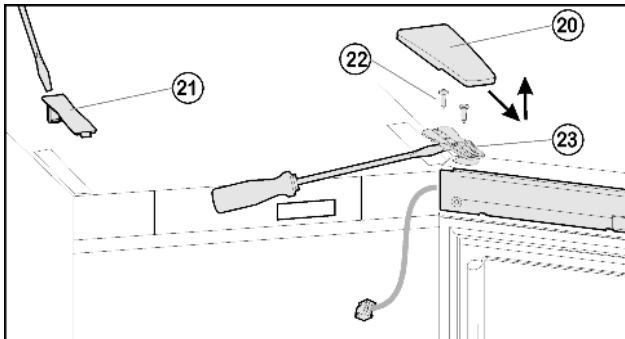
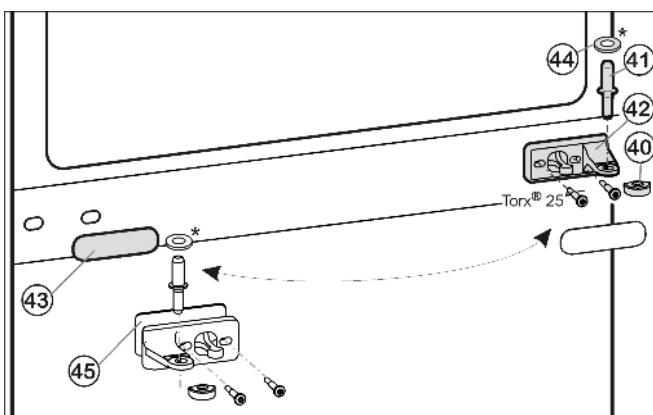
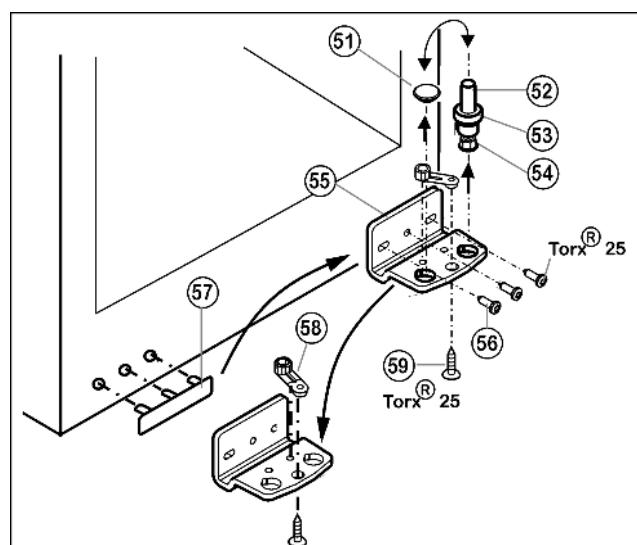

Fig. 6
Fig. 7
Fig. 8
- ▶ Крышку Fig. 6 (20) снимите движением вперед и вверх
- ▶ Снимите крышку Fig. 6 (21).
- ▶ Полностью выверните винты Fig. 6 (22).
- ▶ Снимите дверцу вместе с опорным кронштейном Fig. 6 (23) и кабелем вверх. Для снятия, возможно, понадобится осторожно подцепить опорный кронштейн снизу шлицевой отверткой.
- ▶ Вытащите из опорного кронштейна и нижней дверцы средний опорный палец Fig. 7 (41).
- ▶ Снимите пластмассовый колпачок Fig. 7 (40).
- ▶ Открутите средний опорный кронштейн Fig. 7 (42) (2 шт. Torx® 25).
- Осторожно снимите накладку Fig. 7 (43).
- Прикрутите средний опорный кронштейн Fig. 7 (42) с подкладкой Fig. 7 (45) с поворотом на 180° на новую сторону шарнира (**с моментом 4 Нм**).
- Защелкните накладку Fig. 7 (43), повернув на 180°, на стороне, где теперь будет ручка.
- Извлеките опорный винт Fig. 8 (52) в комплекте с шайбой Fig. 8 (53) и регулируемой опорой Fig. 8 (54), вытягивая его вверх.
- Снимите пробку Fig. 8 (51).
- Открутите Fig. 8 (56) опорный кронштейн Fig. 8 (55).
- Открутите Fig. 8 (59) опорную деталь Fig. 8 (58) и, переставив в отверстие на противоположной стороне опорного кронштейна, снова прикрутите.
- Осторожно снимите и переставьте на противоположную сторону крышку со стороны ручки Fig. 8 (57).
- Снова прикрутите опорный кронштейн Fig. 8 (55) на новой стороне шарнира (**с моментом 4 Нм**). При необходимости используйте аккумуляторный шуруповерт.
- Переставьте пробку Fig. 8 (51) в свободное отверстие.
- Вновь установите опорный винт Fig. 8 (52) в комплекте с шайбой и регулируемой опорой. При этом фиксатор должен быть направлен назад.
- Установите дверь сверху на опорный палец Fig. 8 (52).
- Снова наденьте пластмассовый колпачок Fig. 7 (40) на средний опорный кронштейн Fig. 7 (42).
- Вставьте средний опорный палец Fig. 8 (51) через средний опорный кронштейн Fig. 7 (42) в нижнюю дверцу.
- Установите верхнюю дверцу на средний опорный палец Fig. 7 (41), закройте дверцу и установите верхний опорный кронштейн Fig. 6 (23) так, чтобы он защелкнулся в верхней стороне устройства.
► Закрутите опорный кронштейн Fig. 6 (23) **(с усилием 4 Нм)**. При необходимости просверлите отверстия или используйте аккумуляторную отвертку.
► Защелкните крышку Fig. 6 (20) и крышку Fig. 6 (21).
- При необходимости выровняйте дверцы через два продольных паза в нижнем опорном кронштейне Fig. 8 (55) и среднем опорном кронштейне Fig. 7 (42) параллельно корпусу устройства. Для этого выкрутите средний винт на нижнем опорном кронштейне Fig. 8 (55).